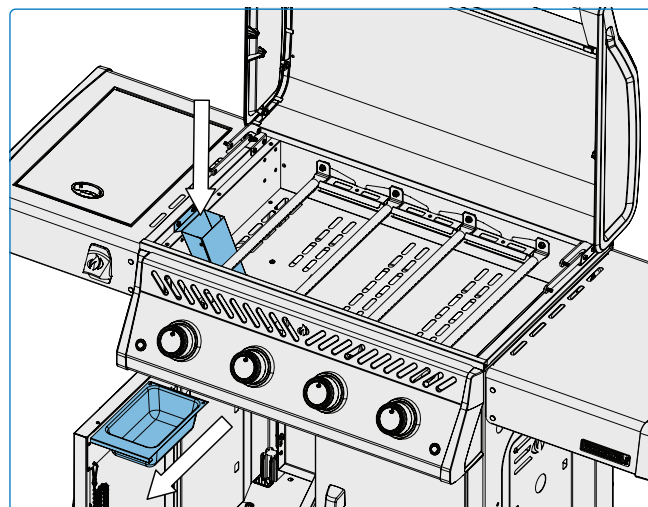

Fig. 12
1. Una vez que el aparato se haya enfriado completamente, extraiga con cuidado la bandeja recogegotas del carro del aparato sin inclinarla. (Fig. 12).